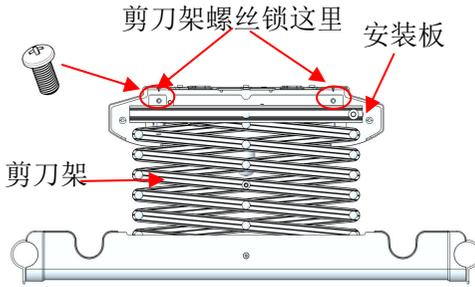

图 7
- 7、安装剪刀架：先将剪刀架一端滚轮滑进安装板滑槽内，移动剪刀架，使剪刀架滑轨定位孔与安装板螺丝孔对齐，用剪刀架螺丝锁紧剪刀架滑轨（如图 7 所示），将钢丝绳卡头穿过钢丝绳护圈套进钢丝绳挂口内（如图 8 所示），套上钢丝绳挂口盖，剪掉剪刀架组扎带。以同样的步骤安装好另一侧剪刀架。